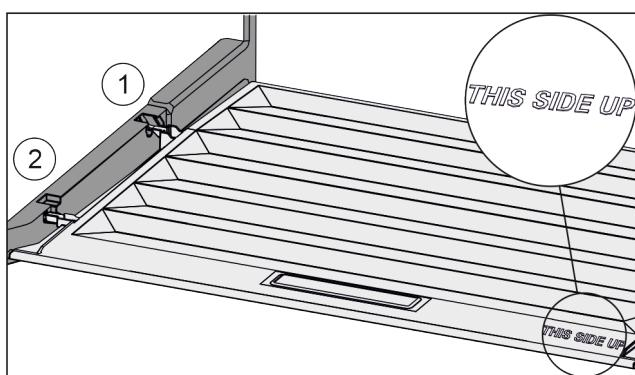

Fig. 41
- Výstupky víka zaveděte do zadních držáků Fig. 41 (1) a vpředu zaklesněte do držáku Fig. 41 (2).